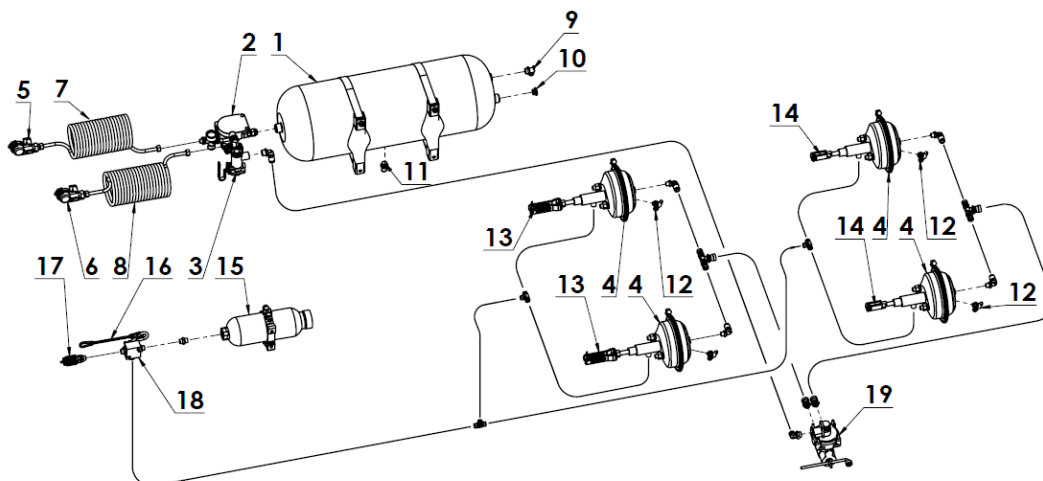

Рисунок 11-й Пневмогидравлическая тормозная система с клапаном ALB:
- пневмогидравлическая тормозная система с ALB (рисунок 11).